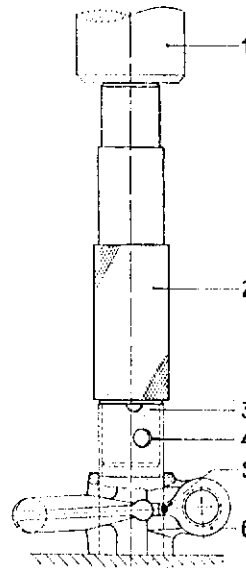

Fig. 5. — Sens d'emmanchement des bagues de culbuteurs
- Emmancher la bague neuve comme indiqué figure 5. Prendre soin d'aligner le trou d'huile des bagues avec celui des culbuteurs. L'extrémité de la bague doit être en retrait de 1 mm par rapport au culbuteur (voir sens emmanchement fig. 5).